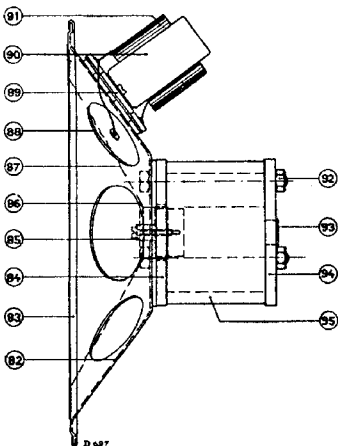

Fig. 8
Een ringvormige magneet (fig. 8 pos. 95) is door middel van 3 bouten (92) tusschen twee weekijzeren platen (84 en 94) geklemd. In de achterste plaat is een weekijzeren kern (93) geklonken, terwijl in de voorste plaat een opening is uitgedraaid, zoodat een luchtspleet van 1 mm verkregen wordt. De centreering van den conus geschiedt door middel van centreerplaatjes van veerkrachtig materiaal (86) waarin een afstandsbusje (85) is gefelst. Een 3 mm schroefboutje klemt deze en daarmede de centreerplaatjes op het kernblokje vast. De flanelen conusrand is met behulp van een felsring aan den conusdrager bevestigd.